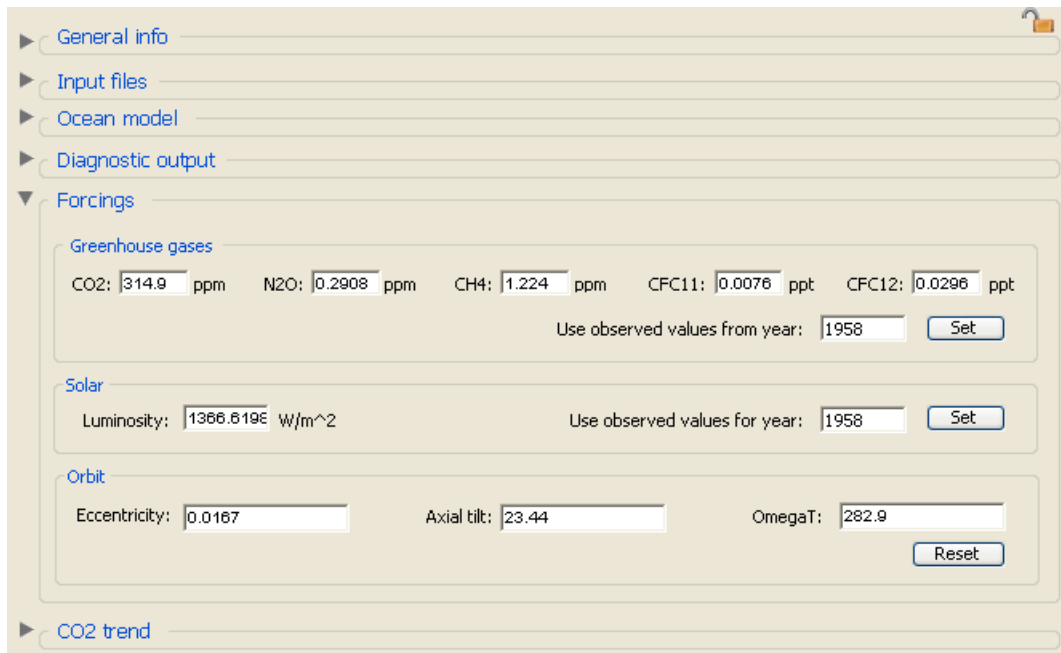

図 6. 制御要因の設定画面
制御要因 (Forcings) を指定するために、Forcings の前にある ▶ ボタンをクリックして、制御要因の設定画面を開き(図 6), 次に示した①～③の要領で確認する。
① Greenhouse gases (温室効果気体)